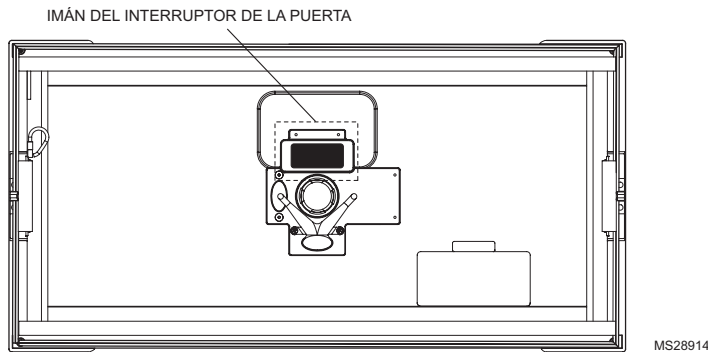

Fig. 16. Imán del interruptor de la puerta
- a. Fije la puerta del limpiador de aire mejorado Honeywell al gabinete. Existe un imán en la puerta (ver Fig. 16) que se utiliza para activar un interruptor de seguridad del suministro eléctrico cuando se instala la puerta. El suministro eléctrico no energizará el limpiador de aire, a menos que el interruptor de seguridad esté activado.
NOTA: existe un imán en la puerta (ver Fig. 16 en la página 19) que se utiliza para activar un interruptor de seguridad del suministro eléctrico cuando se instala la puerta. El suministro eléctrico no energizará el limpiador de aire, a menos que el interruptor de seguridad esté activado.